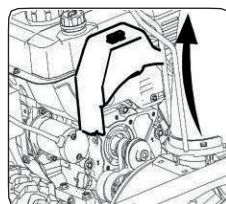

Рисунок 27
1. Снимите крышку ремня на передней части двигателя, открутив два болта. См. Рисунок 27.